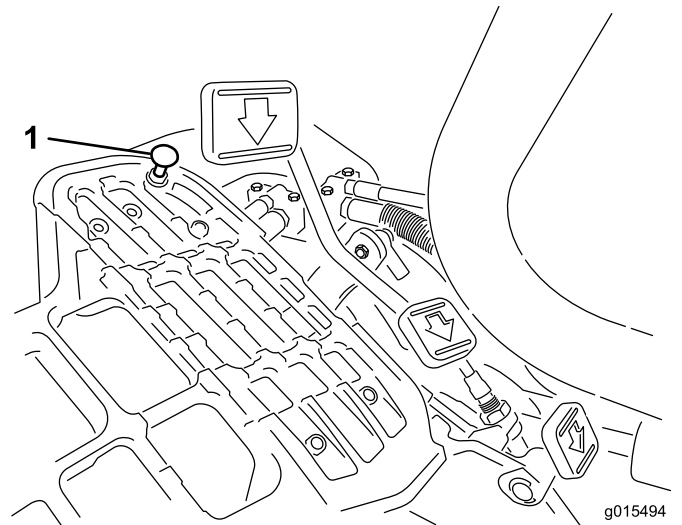

図 49
モードレバーを「移動走行」位置にセットし、ペダルを一杯に踏み込めば最高速度となります。ケーブルに張力が掛かる前にペダルがストップ (図 49) に当たる場合には調整が必要です。
1. モードレバーを「移動走行」位置にセットし、ペダルストップを固定しているロックナットをゆるめる (図 49)。